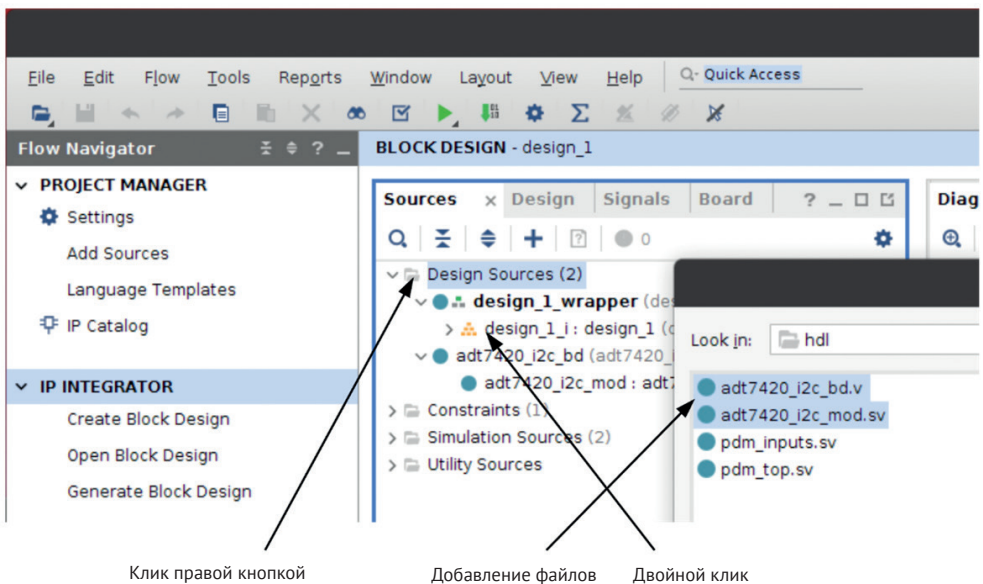

Рис. 7.30. Добавление файлов в проект
2. Кликните правой кнопкой мыши на **Design Sources** и добавьте файлы, как показано на рис. 7.30: